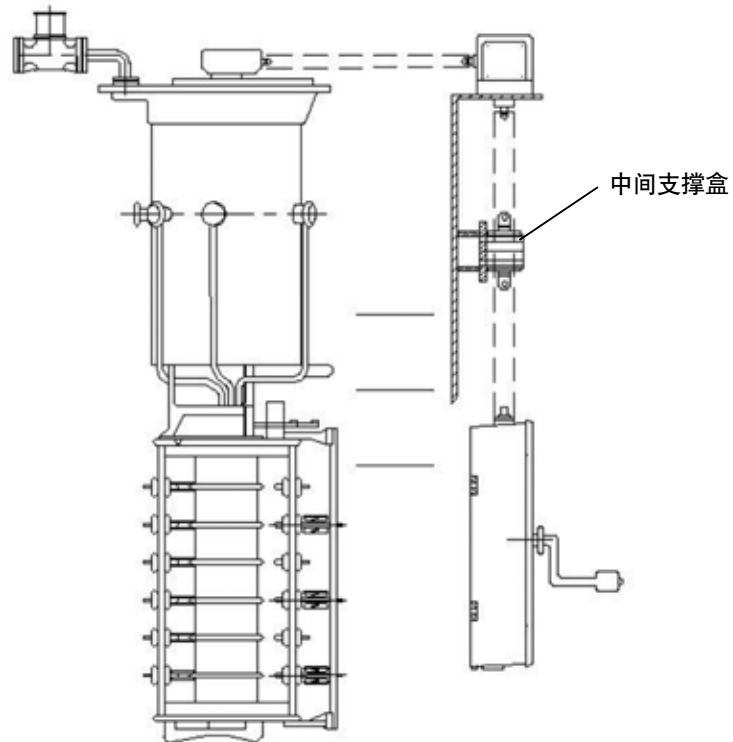

图 38 中间支撑盒
2. 按华明电动机构使用说明书进行传动轴和电动机构、分接开关的联接 (图 38)。